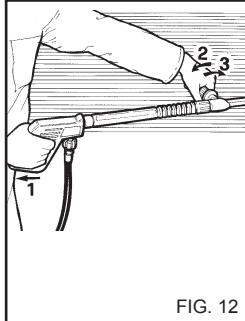

FIG. 12
HET GEBRUIK VAN DE DUBBELE SPUIT OF VAN DE REGELBARE KOP (Fig. 12).
2) Verwijder het verlengstuk van de handgreep en breng de dubbele lans of de lans met verstelbare kop (fig.14) aan, bedien de hogedrukreiniger, bedien het aanzuigcommando van het reinigingsmiddel op de lans (fig. 12, 13) en besprenkel het te reinigen oppervlak van beneden naar boven.